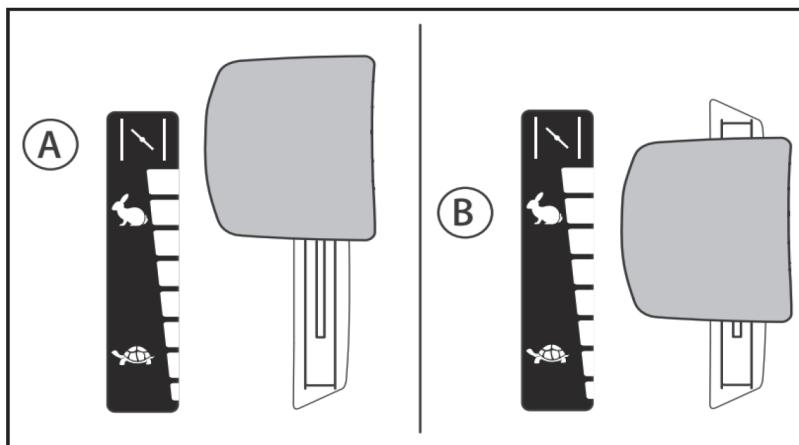

Рис.29
2. Переведите рычаг (Рис. 29) управления дроссельной заслонкой в самое верхнее положение (A), что соответствует закрытой дроссельной заслонке.
5. После того, как двигатель прогреется, переведите рычаг управления дроссельной заслонкой вверх, в положение «Заяц» (Положение В, Рис. 29) и эксплуатируйте машину (передвижение, кошение) только на высоких оборотах двигателя.